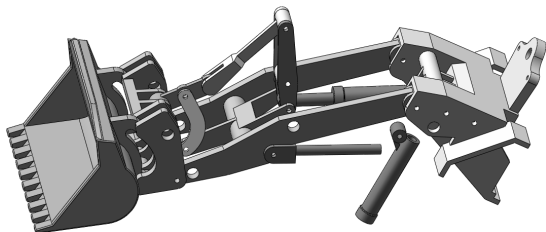

图 13-121 插入液压缸 2
20) 插入液压缸 2。选择菜单栏中的“插入”→“零部件”→“现有零件/装配体”命令，或单击“装配体”控制面板中的（插入零部件）按钮，弹出“插入零部件”属性管理器，单击“浏览”按钮，在弹出的“打开”对话框中选择“液压缸 2”，将其插入到装配界面中，如图 13-121 所示。